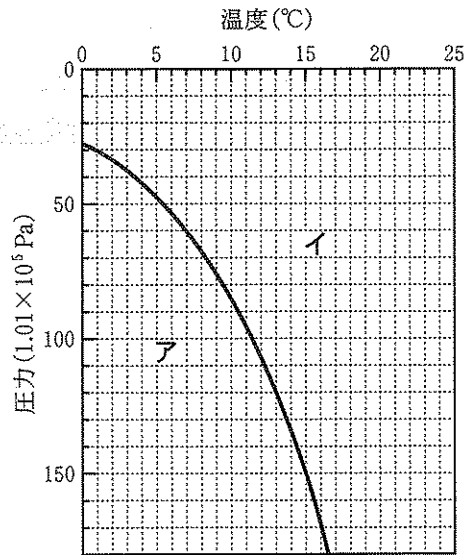
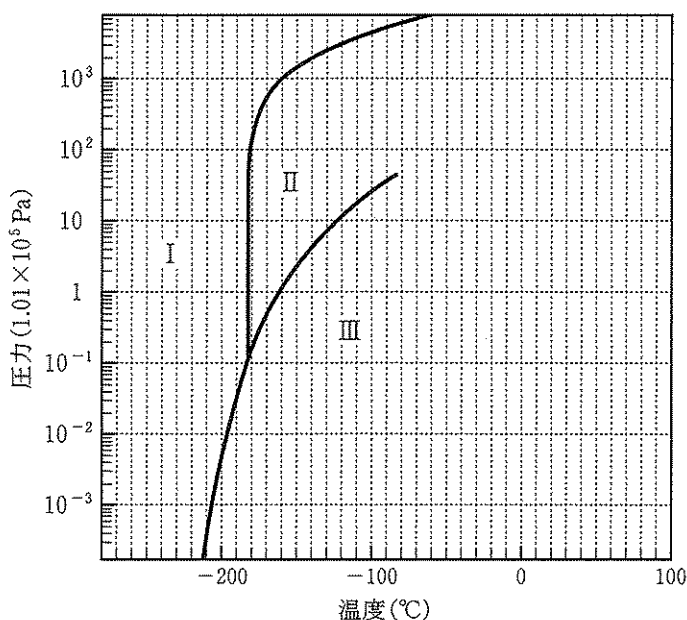

図 1-1 海洋環境におけるメタンハイドレート生成平衡曲線
図 1-3 メタンの状態図
メタンハイドレート(MH)は、低温・高圧の条件下で、複数の水分子がかご状構造(ケージ)をつくり、その中にメタン分子が取り込まれることで生じる、氷状の固体物質である。これに点火するとメタンが燃え、水だけが残ることから、「燃える氷」とも呼ばれる。自然界では深海の海底面下の地層(堆積層)や極地方の永久凍土層などにMHは多量に存在し、その資源量は天然ガスの数十倍とも言われている。図1-1は海洋環境においてメタンガスと水がMHに変化する温度と圧力の条件を示しており、曲線はメタン(気体)+水とMH(固体)の状態間の
問 1 下線部(1)について、気体のメタンは温度や圧力を変化させることで液化することができる。図 1-3 はメタンの状態図であり、温度や圧力の変化によってメタンが固体、液体および気体のどの状態にあるかを示している。図中の境界線はそれぞれの状態間の平衡を示している。超臨界流体の領域の表記は省略している。次の各問いに答えよ。
(1) 図 1-3 において、領域 I, II, III は固体、液体、気体のいずれの状態を示しているか。
(2) 気体のメタンを大気圧下 ($1.01 \times 10^5 \text{ Pa}$) で液化するためには、少なくとも何℃まで冷却する必要があるか。次のア～オの中から 1 つ選び、記号で答えよ。
- (1) 図 1-1 の領域ア、イのうち、MH (固体) の状態を示しているのはどちらであるか。
- (2) 下線部(2)について、ある海洋の海底面は水深 700 m 地点にあり、海水温が 3 °C であるとする。この海底面下の地層に過剰量の気体のメタンが含まれているとすると、MH が存在できるのは、理論上、海底面の何 m 下の地層までであるか。最も近い値を次のア～オの中から選び、記号で答えよ。ただし、海水の水圧は 10 m 潜水するごとに 1.01×10^2 kPa 増し、海底下の地層にかかる圧力は同深度の水圧と同等であるとする。また、地熱は 100 m 深くなるごとに 3.0 K 上昇するものとする。
問 4 下線部(3)について、図 1-1 と図 1-3 を比較して、メタンの輸送・貯蔵において、MH が LNG よりも有利である点を述べよ。
問 5 下線部(4)の MH から気体のメタンを回収する方法について、減圧法には MH の分解反応が吸熱反応であることに由来する問題点がある。図 1-1 より、どのような問題点が考えられるかを述べよ。